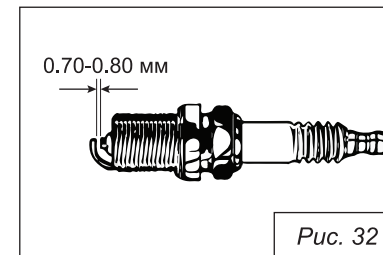

Рис. 32
4. Проверьте расстояние между электродами калибром толщины и установите зазор 0,7 мм при необходимости (рис. 32).